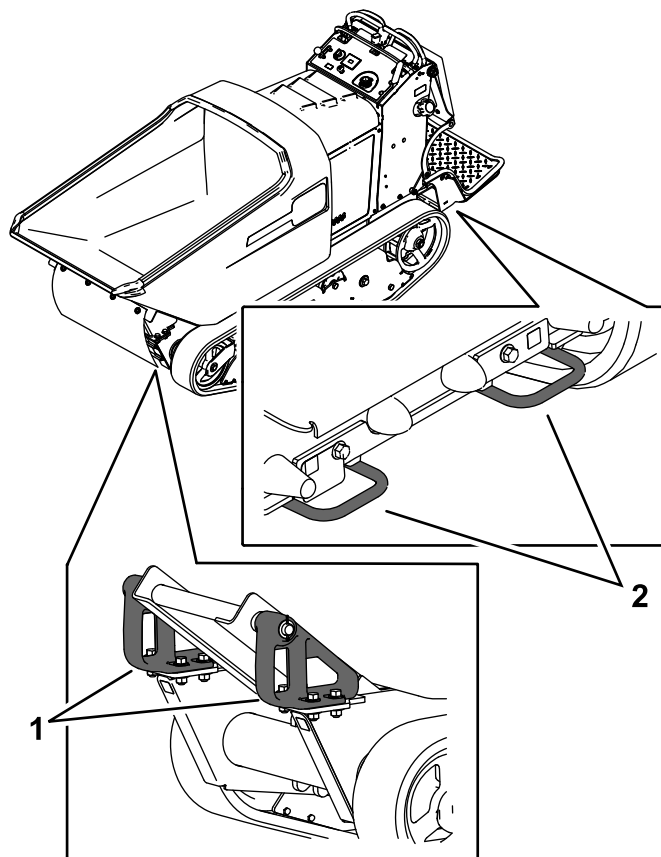

Figura 14
6. Use los puntos de amarre metálicos de la máquina para amarrar firmemente la máquina al remolque o camión con correas, cadenas, cables o sogas (Figura 14).